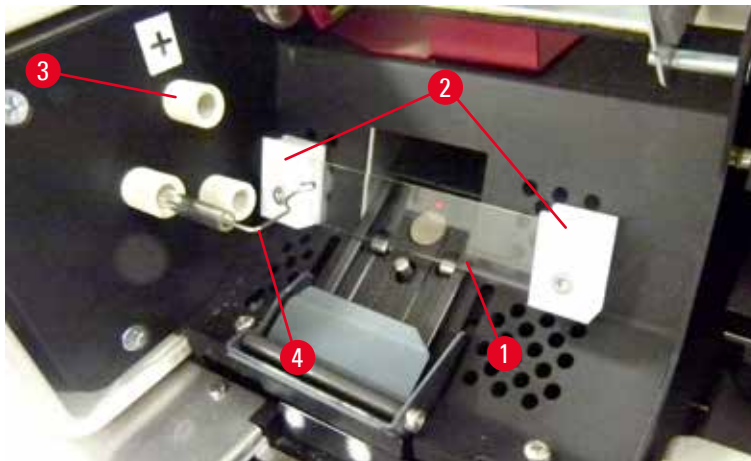

Fig. 20
5. Assicurarsi che la linguetta di contatto (→ "Fig. 19-2")/(→ "Fig. 20-4") venga rimossa dal filo di accensione della lampadina (→ "Fig. 21-1") (vedere anche (→ "Fig. 20")).